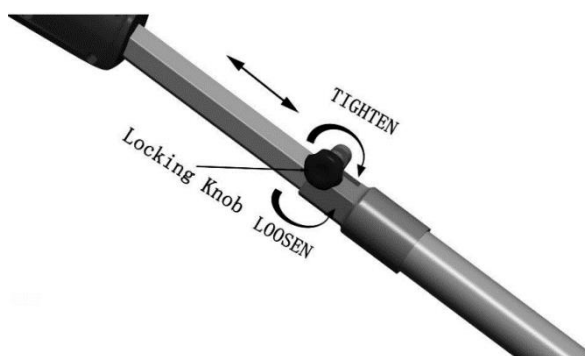

Figure 7
1. Om de paal uit te schuiven, draai je de vergrendelknop los (zie afbeelding 7). De paal zal vrij glijden.
3. Draai de vergrendelknop vast om de paal te vergrendelen (zie afbeelding 7).